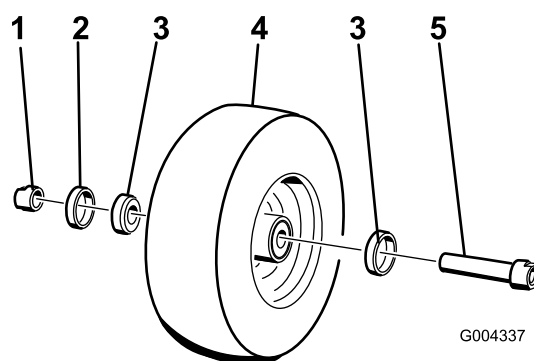

Figure 30
6. Retirez l'un des écrous-entretoises (avec méplats) de l'essieu (Figure 30).
7. Déposez l'essieu **sans** retirer l'écrou-entretoise opposé (Figure 30).
10. Insérez le roulement, assorti d'un joint neuf, dans la roue (Figure 30).
12. Montez l'assemblage écrou et essieu dans la roue du côté roulement, avec un joint neuf (Figure 30).
14. Insérez le second roulement, assorti d'un joint neuf, dans la roue (Figure 30).